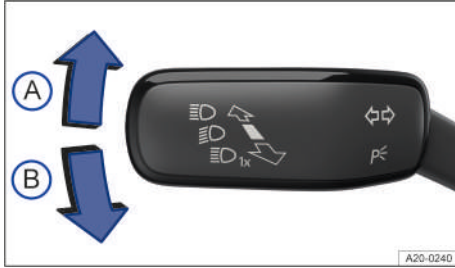

Fig. 113 En el lado izquierdo de la columna de dirección: palanca de los intermitentes y de la luz de carretera.
2. Mueva la palanca de los intermitentes y de la luz de carretera desde la posición central hasta la posición deseada → fig. 113.